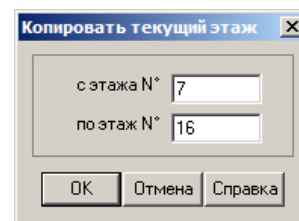

Рис.13.8.3. Окно диалого **Копировать текущий этаж**
- В открывшемся окне диалого **Копировать текущий этаж** (рис.13.8.3) задайте следующие параметры: